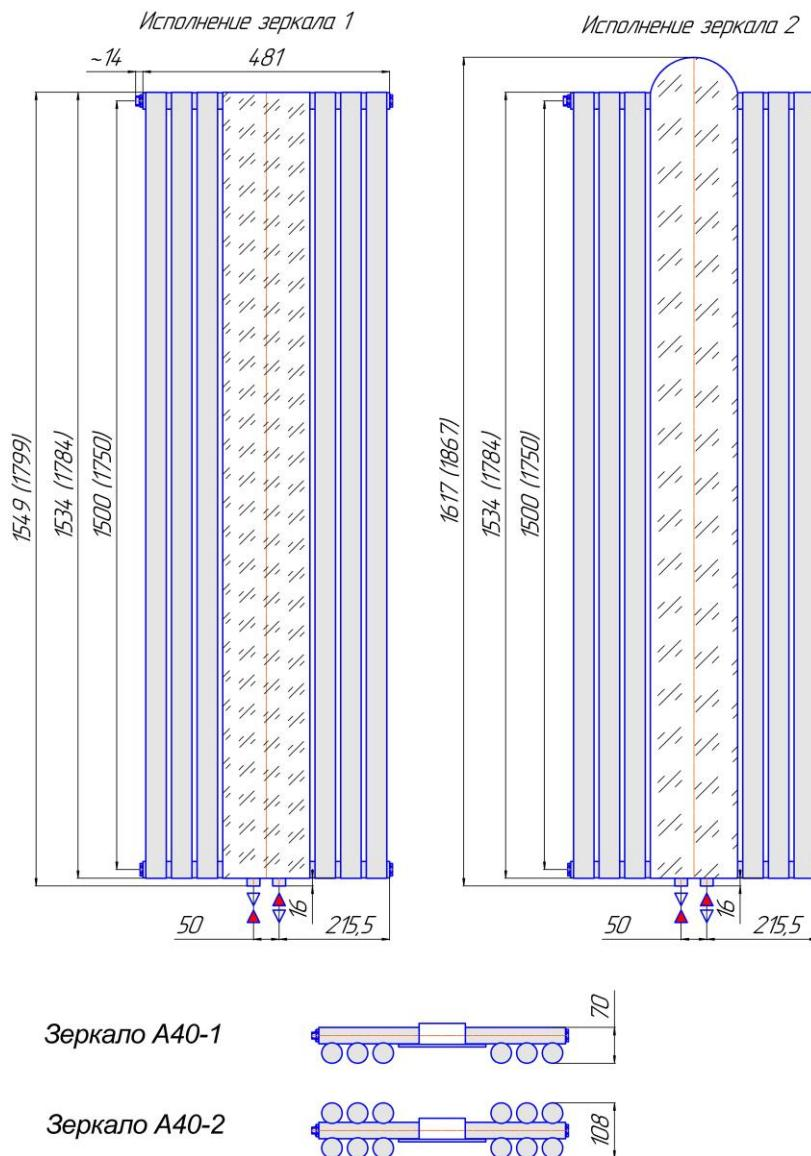

Рис.1.
2.1. Основные размеры и параметры радиаторов приведены на рис.1 и в таблице.